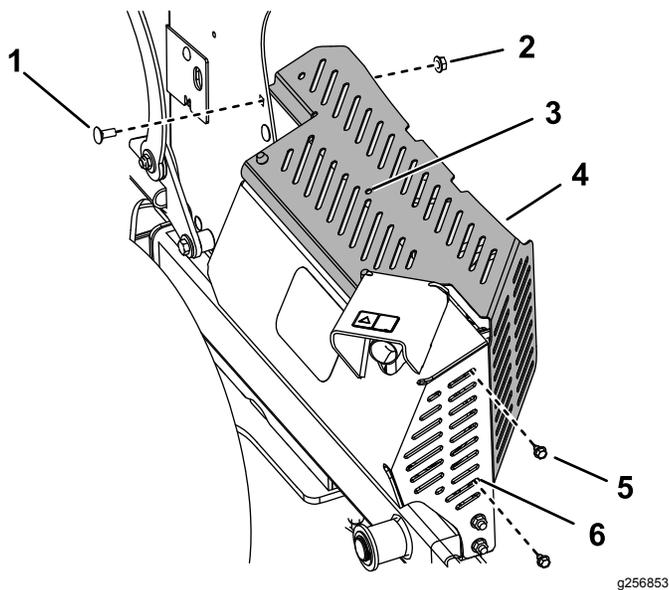

Figure 7
- Fixez **légèrement** l'écran pare-chaueur par dessus la protection du silencieux en plaçant les languettes à l'intérieur de la protection et à l'intérieur de la tour de la console à l'aide des 2 boulons autotaraudeurs ( $\frac{1}{4}$  x  $\frac{1}{2}$  po), et du boulon de carrosserie et de l'écrou que vous avez retirés précédemment (Figure 7).
- Utilisez le trou central dans l'écran pare-chaleur comme gabarit et percez un trou ( $\frac{7}{32}$  po) dans la protection du silencieux (Figure 7).